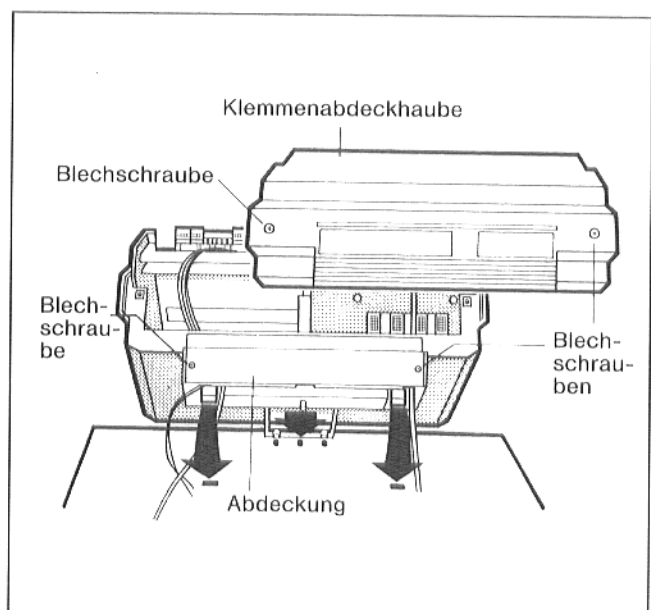

Abb. 13
- Die beiden Blechschrauben aus der Klemmenabdeckhaube herausdrehen und Haube abnehmen (Abb. 13).
- Regelgerät so aufsetzen, daß sich die Einschiebehaken vorne in die ovalen Bohrungen einführen, Regelgerät nach vorne ziehen und anschließend nach hinten abkippen, bis die beiden elastischen Haken rechts und links einrasten (Pfeile – Abb. 13).
- Klemmenabdeckhaube aufsetzen und mit 2 Blechschrauben verschrauben (Abb. 13).